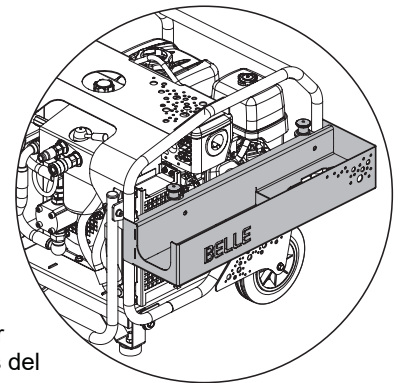

Imagen 4
5. Gire la bandeja de herramientas hacia arriba hasta que ambos vástagos estén ubicados por encima de los orificios de la parte superior del protector lateral instalado. Suelte los mangos del vástago para fijar el montaje en el sitio. (consulte la imagen 4)